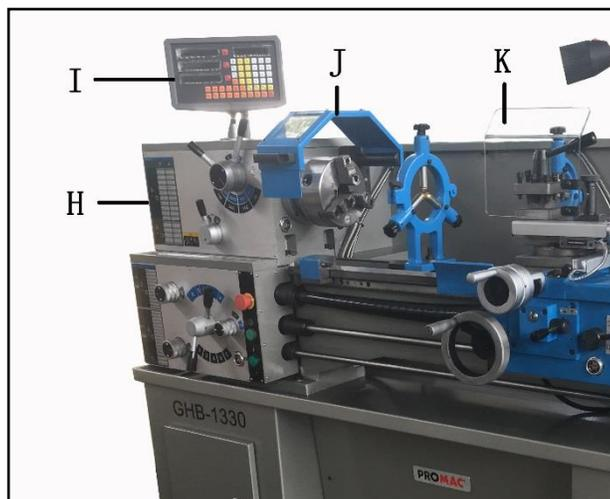

Fig 3
Le cache courroie (H, Fig 3) et le protège mandrin (J) sont surveiller par interrupteurs électrique. Pour démarrer la machine il faut les fermer.